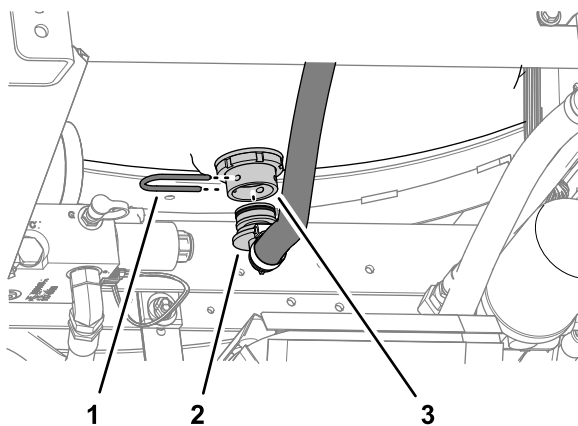

**Figure 2**
1. Au sommet de la cuve de pulvérisation, retirez l'étrier qui fixe le raccord à 90° cannelé du flexible d'aspiration au boîtier de la crépine d'aspiration, et détachez le raccord cannelé du boîtier (Figure 2).
2. Déposez le raccord à 90° du boîtier de la crépine d'aspiration (Figure 2).